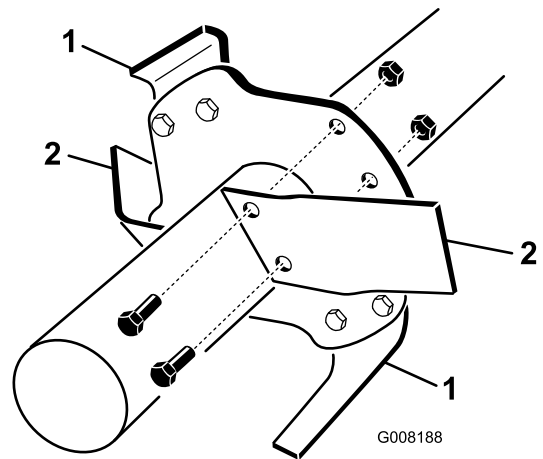

Figure 14
6. Enlevez les dents usées l'une après l'autre et remplacez-les par des neuves (Figure 14).